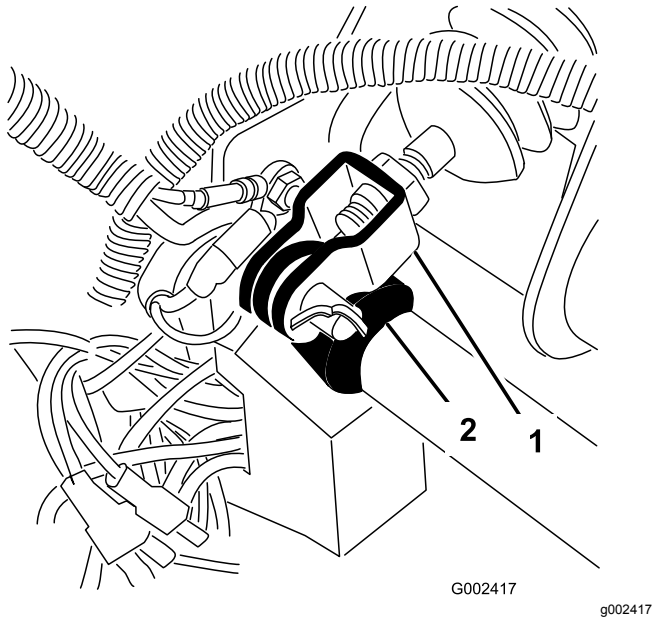

图60
1. 取下将主汽缸轭固定到刹车踏板枢轴上的开口销和柱销 **图60**。